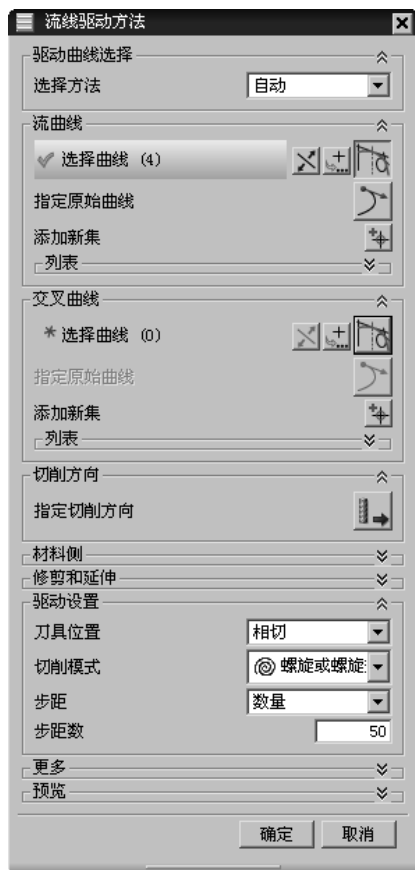
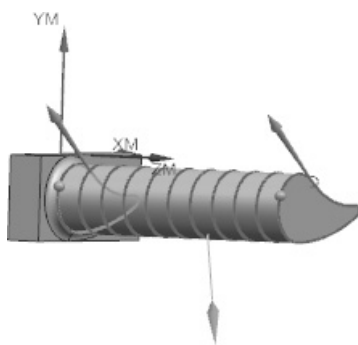

图 5.4.22 “流线驱动方法”对话框
图 5.4.23 流曲线
Step1. 在“可变流线铣”对话框的**驱动方法**区域中单击按钮, 系统弹出如图 5.4.22 所示的“流线驱动方法”对话框, 同时在图形区系统会自动生成如图 5.4.23 所示的流曲线。
Step4. 设置驱动参数。在如图 5.4.22 所示的“流线驱动方法”对话框的**刀具位置**下拉列表中选择**相切**选项, 在**切削模式**下拉列表中选择**螺旋或螺旋式**选项, 在**步距**下拉列表中选择**数量**选项, 在**步距数**文本框中输入值 50, 单击按钮, 系统返回到“可变流线铣”对话框。